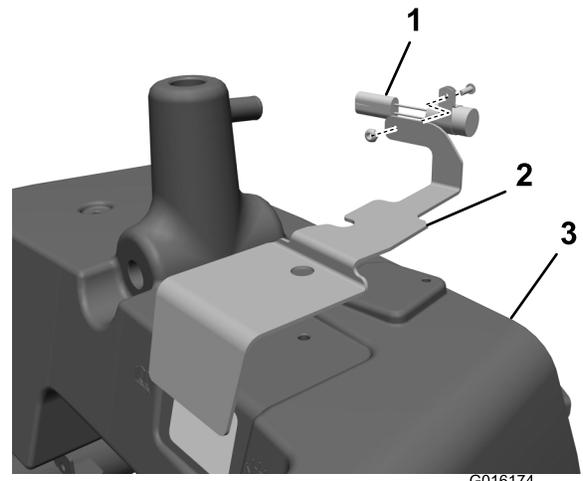

Figure 3
12. Montez le temporisateur sur le couvercle de niveau d'huile (modèle diesel uniquement) (Figure 3).
13. Mettez le couvercle de niveau d'huile en place, mais ne le fixez pas tout de suite au réservoir hydraulique principal (Figure 3).
19. Fixez l'ensemble couvercle de niveau d'huile et électrovanne sur le réservoir hydraulique principal avec 2 boulons à tête hexagonale et le support de protection (Figure 3).